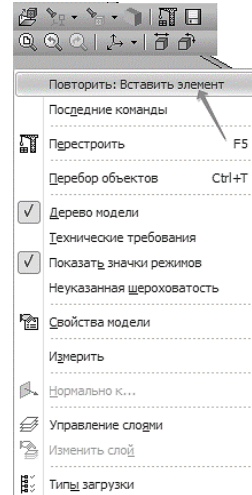

Рис. 110. Повтор операции «Вставить элемент»
10.3.2 Нажмите правой кнопкой мыши в пустом месте окна модели и выполните из контекстного меню команду **Повторить: Вставить элемент** (рис. 110).